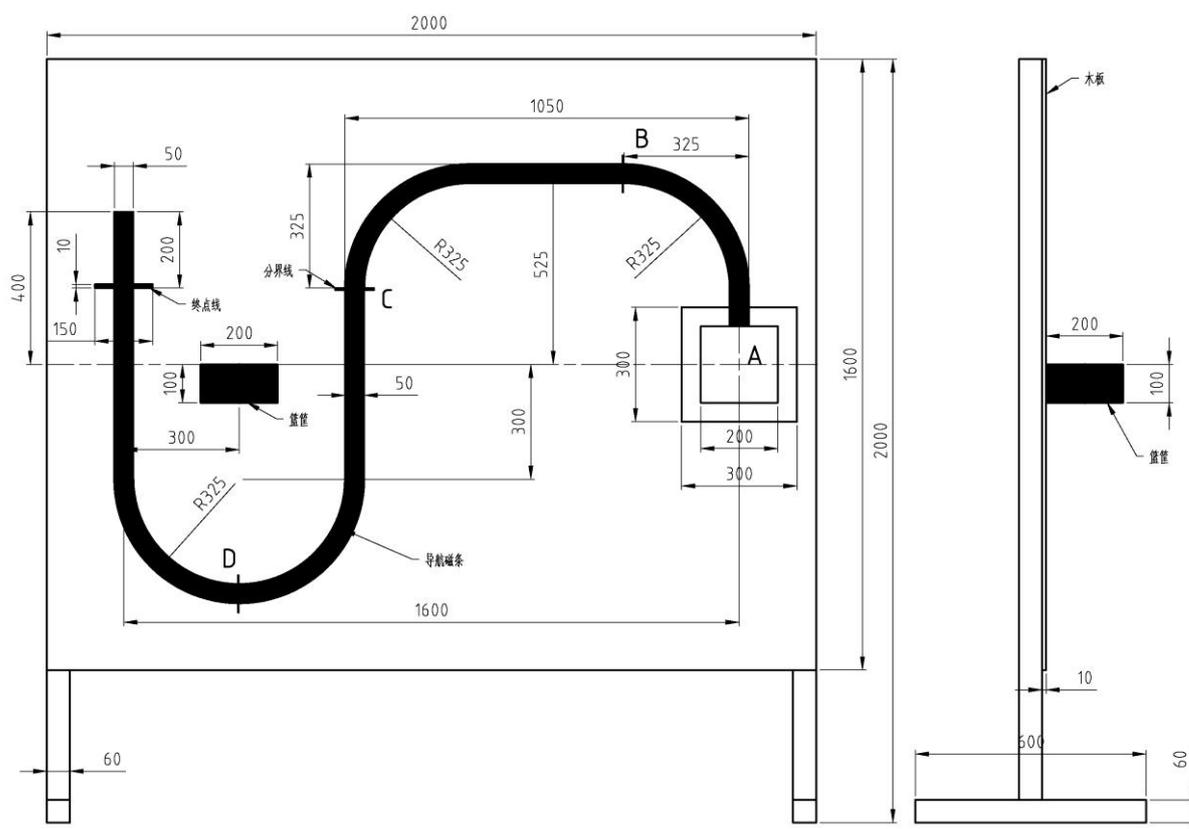

图 2 机器人爬壁比赛场地
机器人举重比赛场地如图 2 所示，为一块放置于地面的木板，长 1200mm，宽 1200mm，厚度 10mm。
器材为：杠铃 1 个，如图 2 所示。杠铃的杠用 M6 螺杆制成，长 400mm。两端重物为圆片形重物，直径 100mm，单个重量为 50g 或 100g 两种。杠铃初始重量 250g。
1、机器人爬壁比赛场地如图 2 所示，由始发区 A、导航磁条、篮筐及终点线组成。总体尺寸为：宽度 2000mm、高度 1600mm、腿部高度 400mm；木板材质，白色漆面，表面平整，光滑程度由木板纹理及喷漆工艺决定。